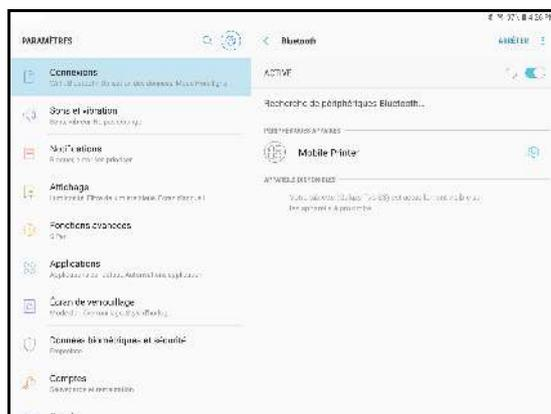

Fig 2.5 Appairage Bluetooth
- Sélectionnez **Imprimante mobile** pour l'appairer avec le système (voir Fig 2.5).